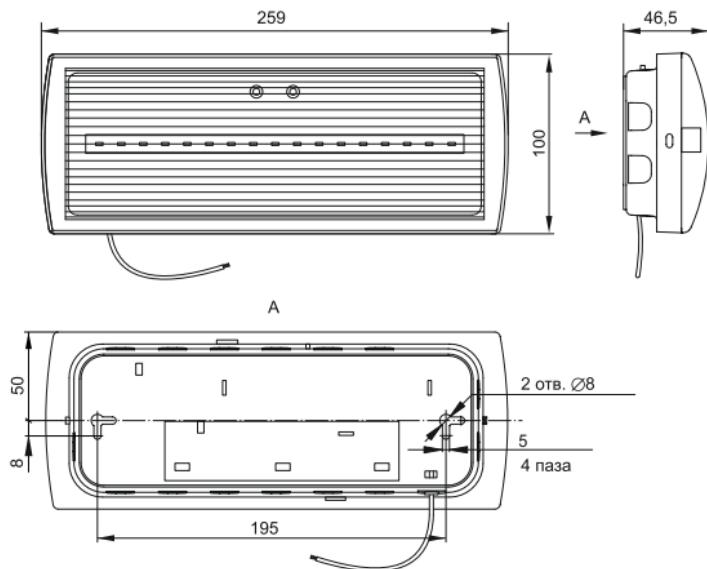

Рисунок 1 – ДПА 5030-1, ДПА 5030-3, ДПА 5032-3
Монтаж светильников ДПА 5030-1 (3), ДПА 5032-3 на рабочую поверхность производить при помощи крепежа, входящего в комплект поставки. Для этого разметьте и просверлите два отверстия на стене или потолке под монтажные отверстия, расположенные на обратной стороне корпуса светильника (рисунок 1). Вкрутите в них два винта самонарезающих и установите на них светильник.